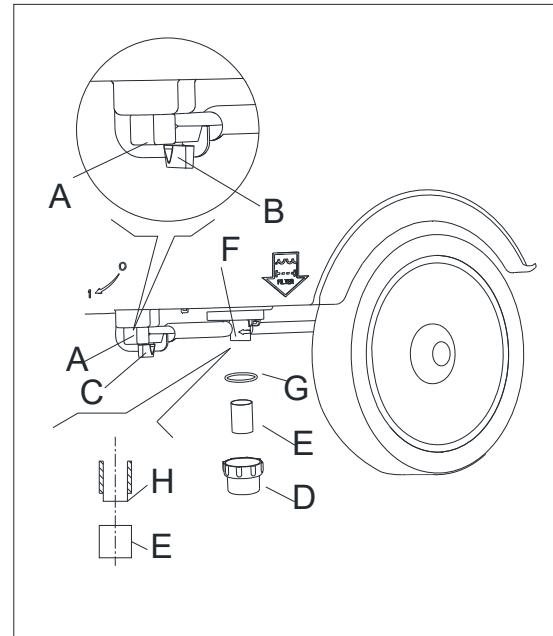

Abbildung 20
2. Stellen Sie sicher, dass die Maschine ausgeschaltet ist und der Zündschlüssel (24) entfernt wurde.
3. Drehen Sie das Ventil (A, Abbildung 20) auf "0".
4. Entfernen Sie die Filterabdeckung (D, Abbildung 20), reinigen Sie den Filter (E, Abbildung 20) und montieren Sie ihn dann am Filtergehäuse (F, Abbildung 20)